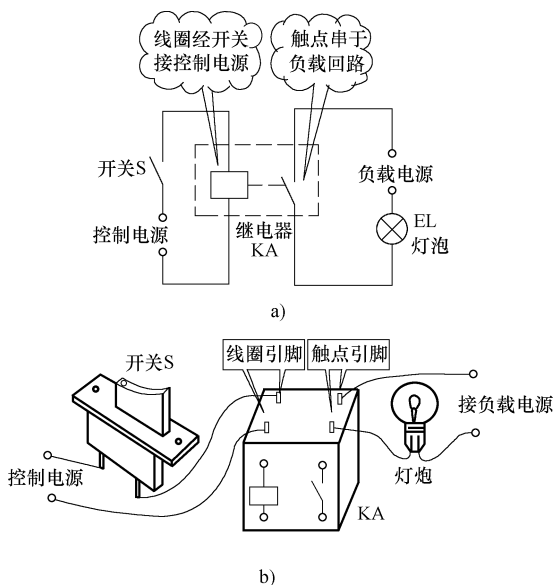

图 1-26 继电器常开（动合）触点的动作原理
(1) 继电器常开（动合）触点的动作原理 如图1-26所示，合上开关S，继电器KA线圈两端加入额定电压（ $80\% \sim 110\% U_e$ ），电磁线圈中有电流流过，继电器的固定铁心变成电磁铁，可动铁心被电磁铁吸引（继电器得电吸合），其常开触点闭合，灯亮。